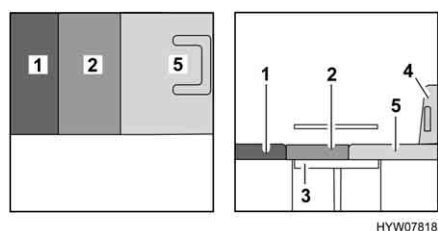

Fig. 101 Dopo la trasformazione
- Tirare il cuscino del divano (Fig. 101,2) in avanti.
- Posizionare il cuscino dello schienale (Fig. 101,1) tra il cuscino del divano e la parete posteriore.
- Posizionare il cuscino aggiuntivo (Fig. 101,5) sul sedile del conducente.
- Se necessario, spingere il sedile del conducente (Fig. 101,4) nuovamente all'indietro.